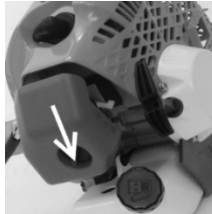

Рисунок 13
5.1.1 Зніміть кожух захисту повітряного фільтра, піднявши фіксатор кришки (рис.13).